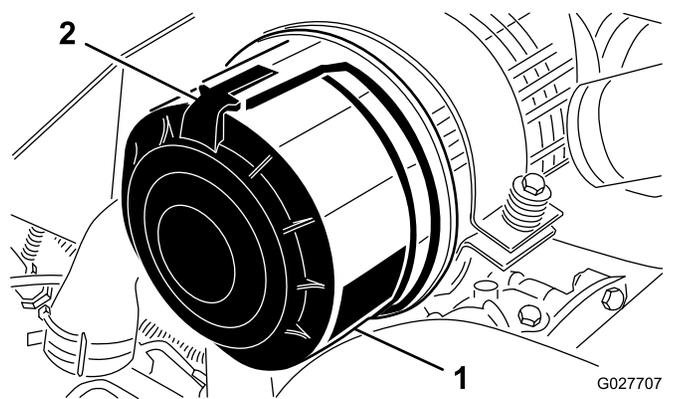

図 62
- エアクリーナのカバーをボディーに固定しているラッチを外す(図 62)。